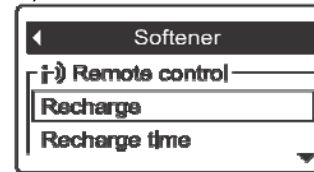

РИС. 124
2. Нажать кнопку ВЫБОР (O) на пульте дистанционного управления для отображения меню устройства (См. Рисунок 124).